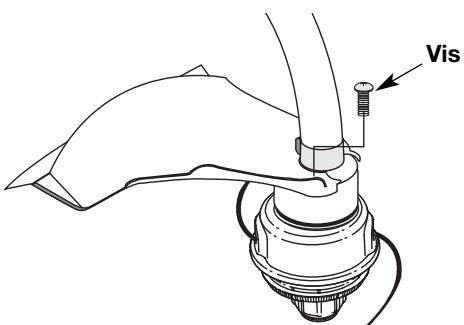

Fig. 5
3. Posez les quatre (4) vis (10-24 x 1/2) à l'aide d'un tournevis à empreinte cruciforme (Fig. 5). Vissez bien.
- Utilisez le crochet de cordon lorsque vous connectez la rallonge au fil d'alimentation pour éviter toute déconnexion (Fig. 5). Utilisez uniquement des rallonges homologuées pour l'usage à l'extérieur tel que spécifié dans la section *Consignes de sécurité*.